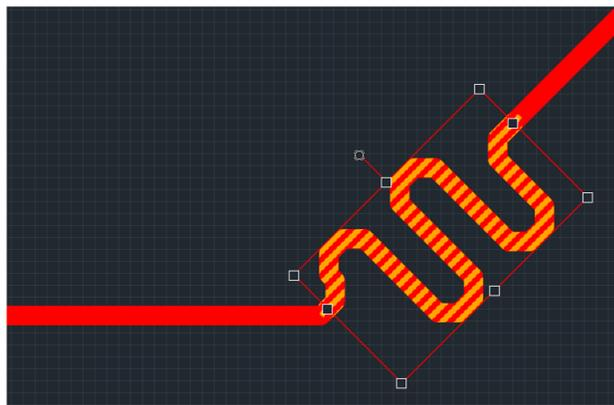

Рис. 275 Перемещение меандра по треку
2. Переместите выделенный меандр в другую часть трека, см. Рис. 275.